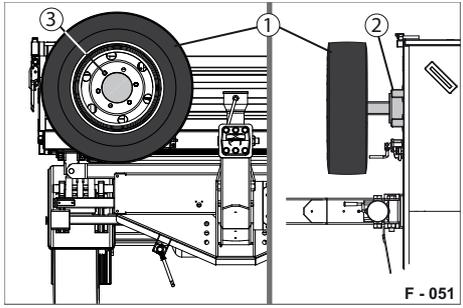

Abb. 65 Reserverad an der Stirnwand
- Schrauben Sie alle 4 Reserverad-Muttern (Abb. 65/3) ab. Halten Sie das Reserverad dabei fest.
- Nehmen Sie das Reserverad, im 2-Mann Betrieb, von der Reserverad-Halterung (Abb. 65/2) ab. Benutzen Sie ggf. ein Hilfsmittel dazu.
- Setzen Sie das Reserverad (Abb. 65/1), im 2-Mann Betrieb, auf die Bolzen der Reserverad-Halterung (Abb. 65/2) auf.
- Schrauben Sie das Reserverad mit 4 Reserverad-Muttern (Abb. 65/3) fest (max. 80 Nm) an.